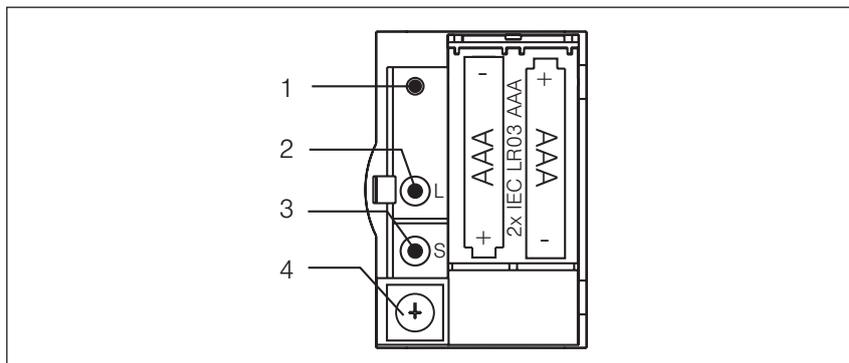

Abb. 15 1- und 8-Kanal Handsender mit geöffnetem Batteriefach
- 1 **Sende-LED**, leuchtet, wenn ein Fahrbehl gesendet wird. Wenn die Batterien verbraucht sind blinkt diese LED beim Senden eines Fahrbehl. Bei völlig entladenen Batterien leuchtet die LED nicht. Wurde die Modustaste (Abb. 15) gedrückt, blinkt diese LED.